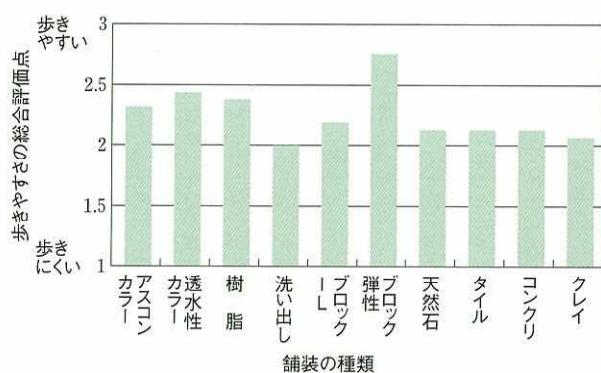

図3 各種舗装の歩きやすさの総合評価点⁷⁾
(1) 歩きやすい歩道舗装
歩道舗装に対して求められているのは、構造上の勾配や段差の緩和以外に前述のように舗装路面の①平坦性、②滑りにくさ、③水はけの良さを確保することである。この中最も歩きやすさに影響を与えるのは、路面の平坦性である。一方、歩行者が歩きやすいと感じている舗装は、アンケート調査の結果、図3に示すように弾性プロック舗装や樹脂舗装のような混合物系の舗装のように弾性を有する舗装である。つまり、歩きやすい歩道舗装としては、平坦性があり、適度な硬さと摩擦(例えば、湿潤路面の静止摩擦係数が○・三九以上)を有している舗装